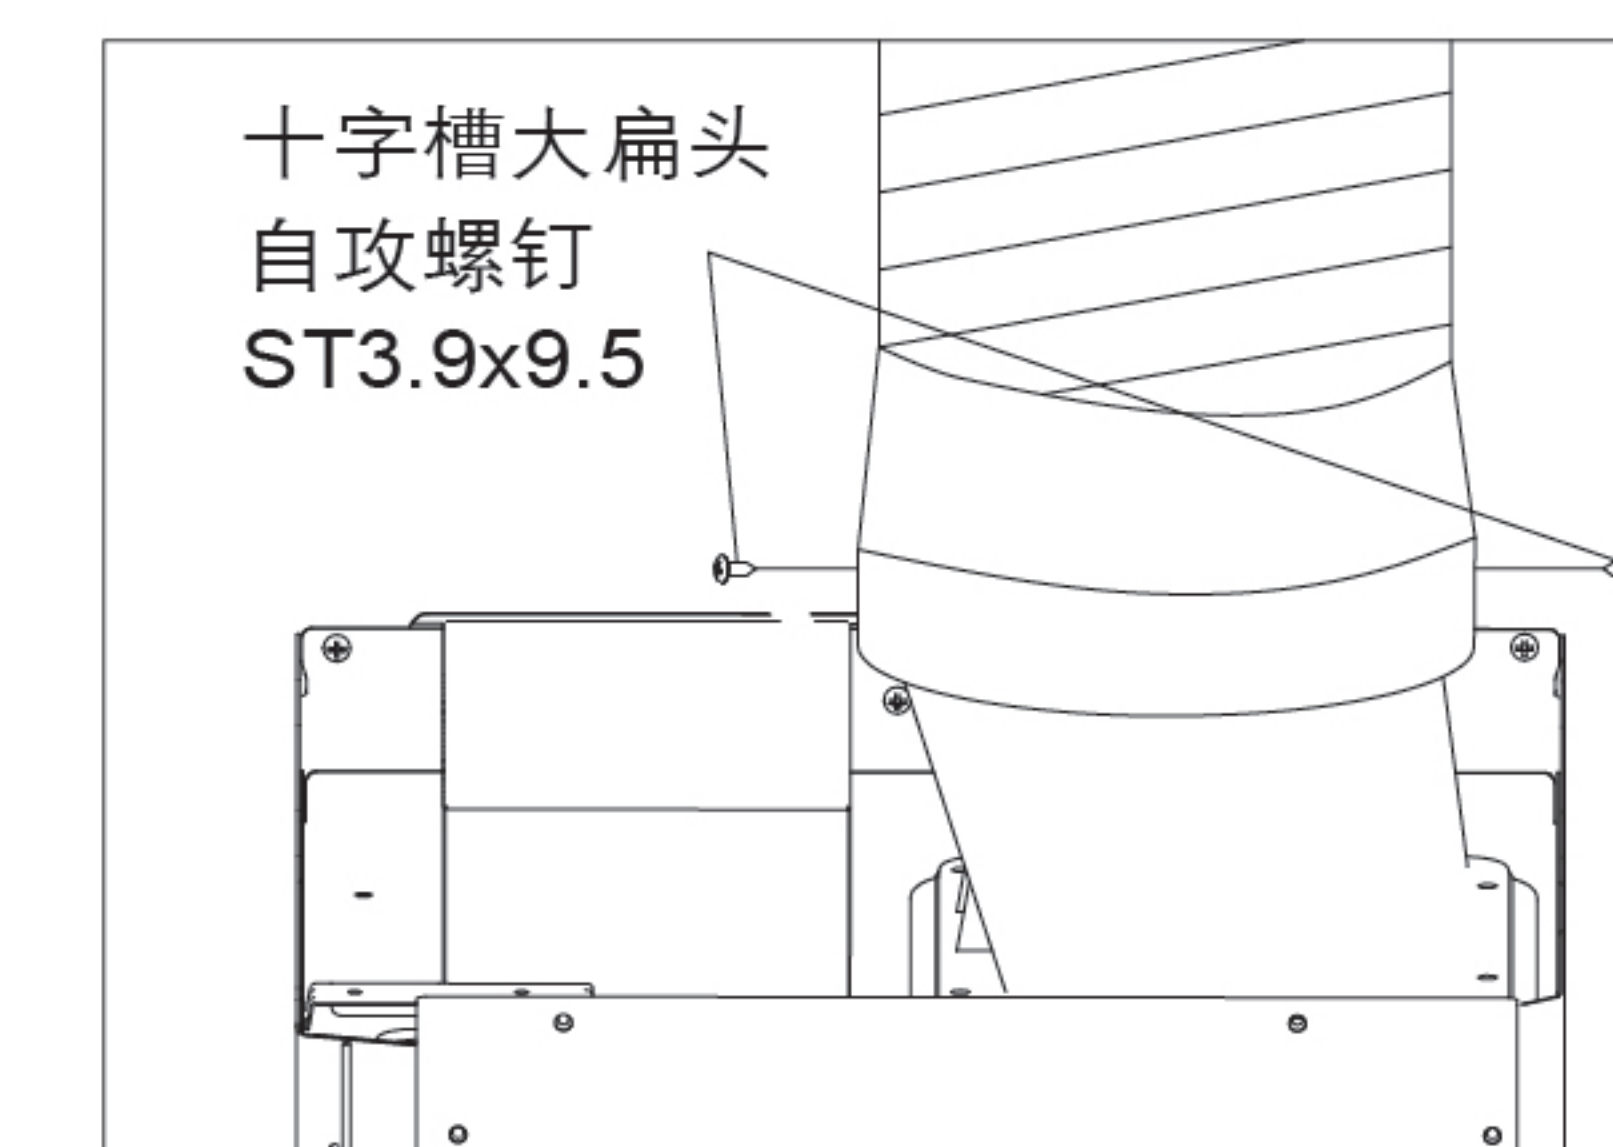

图20
- 12. 用2颗ST3.9×9.5自攻螺钉将出风管固定在出风罩上，用密封胶带缠绕密封（如图20所示）；